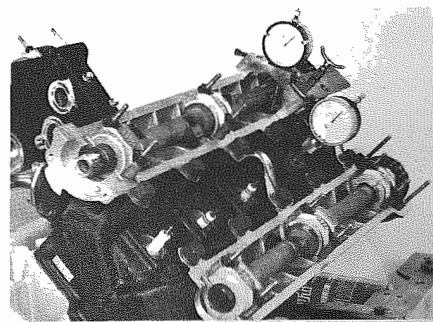

Fig. 147 - Montare il comparatore n. 42
- Montare il comparatore sulla valvola di scarico (**Fig. 147**) e controllare allo stesso modo l'abbassamento della valvola di scarico (vedi pag. 1-2).
- Fit a gauge on the exhaust valve (**Fig. 147**) and check with the same system the lowering of the exhaust valve (see page 1-2).